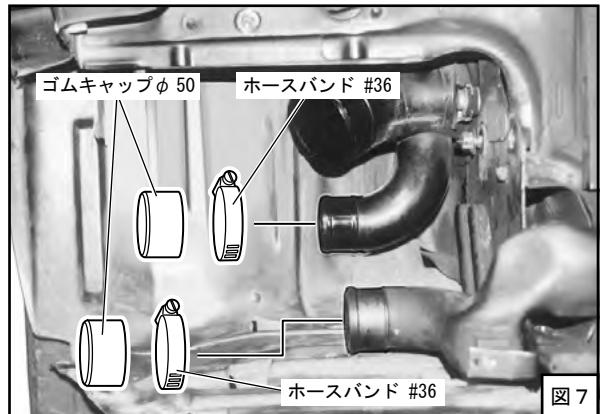

図 7
(1) ゴムキャップ ϕ 50 を取付けてください。 (図 7)